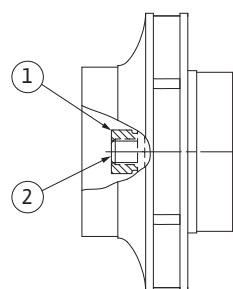

Fig. 55: Prawidłowe położenie nakrętki wirnika po montażu
- 29. Przytrzymać wał (patrz czynność 24) i dokręcić nakrętkę wirnika zalecanym momentem dociągającym (patrz wykaz „Tabela 11: Momenty dociągające dla śrub” na stronie 181). Nakrętka (Fig. 55, poz. 1) musi znajdować się równo z końcem wału (Fig. 55, poz. 2) $\pm 0,5$ mm. Jeżeli tak nie jest, odkręcić nakrętkę i powtórzyć czynności 25 do 29.